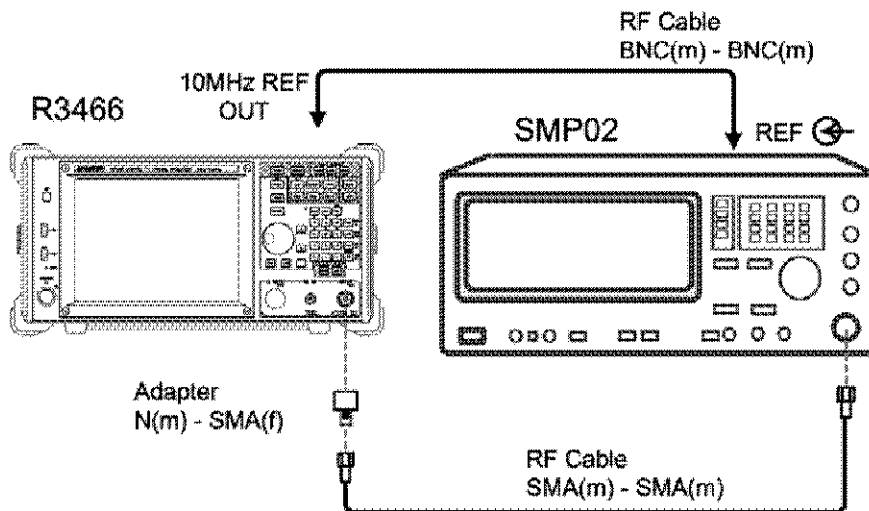

図 2-9 分解能帯域幅精度切り替え誤差の試験
1. 機器を図 2-9 のように接続します。R3466N の場合は、Adapter の後に 50 to 75 Ω 変換器を使用して本器と接続します。